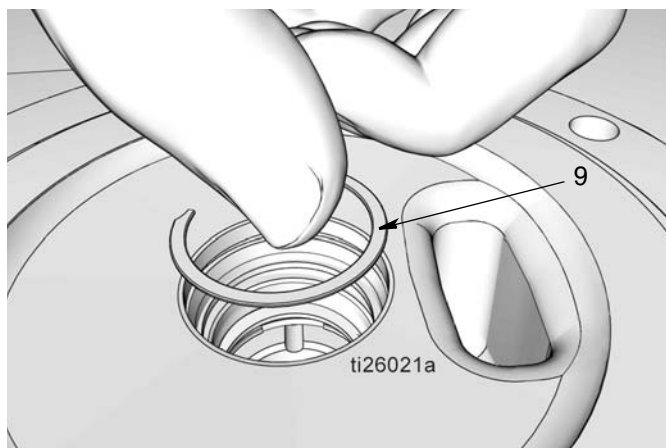

FIG. 38
- j. Monter l'anneau de retenue (9) (FIG. 38). Un « clic » doit retentir lorsque l'anneau de retenue arrive en appui dans la gorge.